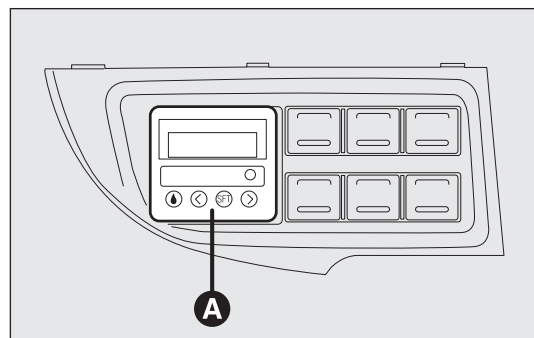

fig. 55
- ☐ un minuteur numérique A-fig. 55 pour la mise en service manuelle du chauffage ou pour la programmation de l'heure d'allumage.